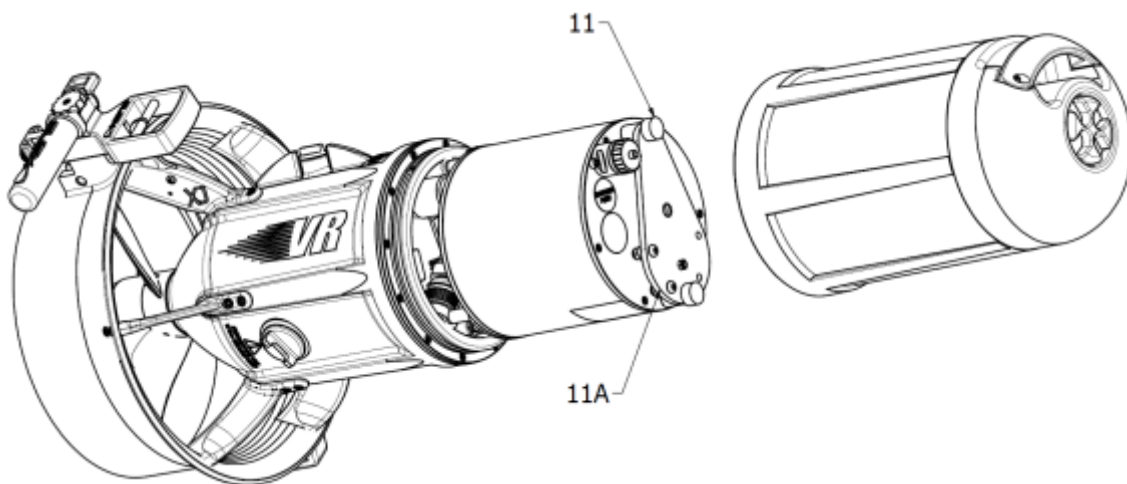

Fig.2 - Apertura del vano batteria
Tolto il musone, svitare i pomelli (11 - Fig.2 - 3), scollegare il connettore (15) ed estrarre la batteria (14) tirandola verso l'alto.